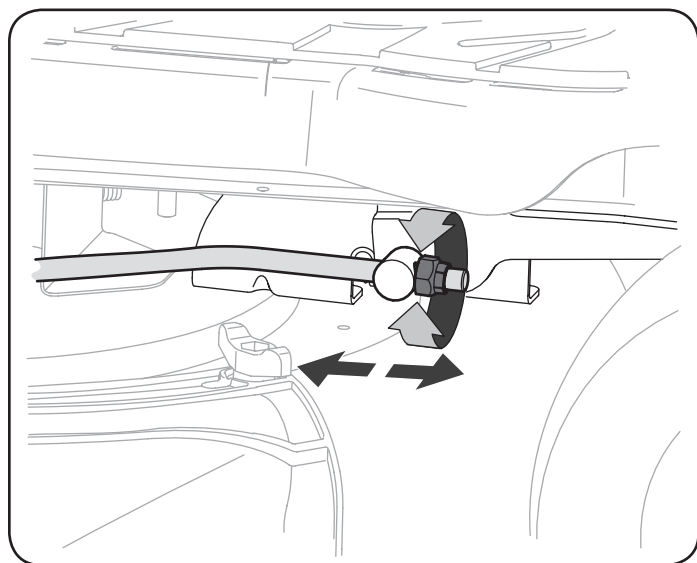

Figura 39
1. Con el tractor estacionado sobre una superficie firme y nivelada, ubique la palanca de elevación de la plataforma en la posición media (3) y rote la cuchilla de manera que quede alineada con el frente y la parte posterior del tractor.
3. Ubique la tuerca de seguridad con brida en el extremo frontal de la varilla de elevación de la PTO. Vea la Figura 39.